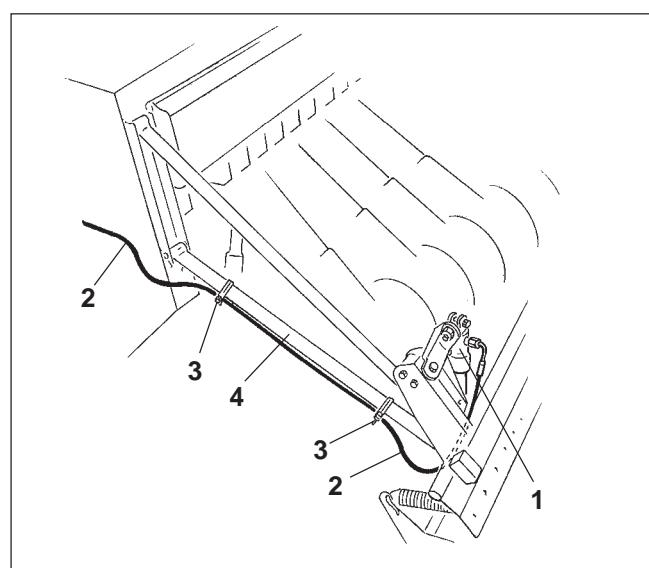
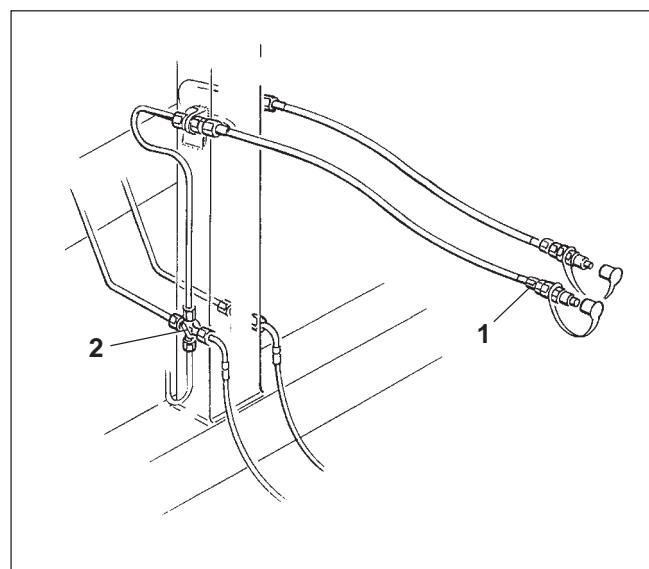

Рис. 11.2
Рис. 11.3
Выравниватель типа "экзакт" поставляется с механическим устройством для регулировки давления и гидравлическим устройством регулировки давления выравнивателя типа "экзакт". Выравниватель типа "экзакт" с гидравлическим устройством регулировки давления оборудован гидравлическим цилиндром (Рис. 11.2/1). Выравниватель типа "экзакт" крепятся на сеялке следующим образом.
- Гнезда (Рис. 11.2/2) необходимо закрепить на семянном ящике сеялки.
- гнезда (Рис. 11.2/2) и
- Гидравлический шланг (Рис. 11.2/2) подключается к гидравлическому цилиндру (Рис. 11.2/1).
- Гидравлический шланг (Рис. 11.2/2) с зажимной скобой (Рис. 11.2/3) прокладывается вдоль крепежной трубы (Рис. 11.2/4) и присоединяется к гидравлическому клапану (Рис. 11.3/2) "присоединительного элемента II" (Рис. 11.3/1) на сеялке.
**Гидравлический шланг (Рис. 11.2/2) в шарнирных соединениях прокладывайте с запасом, чтобы гидравлический шланг не обрывался в результате движения выравнивателя типа "экзакт".**